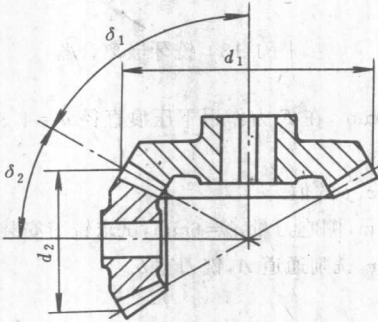

图 1-21 锥齿轮
2. 一对锥齿轮, 两轮直径分别为 $d_1 = 160\text{mm}$, $d_2 = 88\text{mm}$, 见图 1-21. 求圆锥角 δ_1, δ_2 。